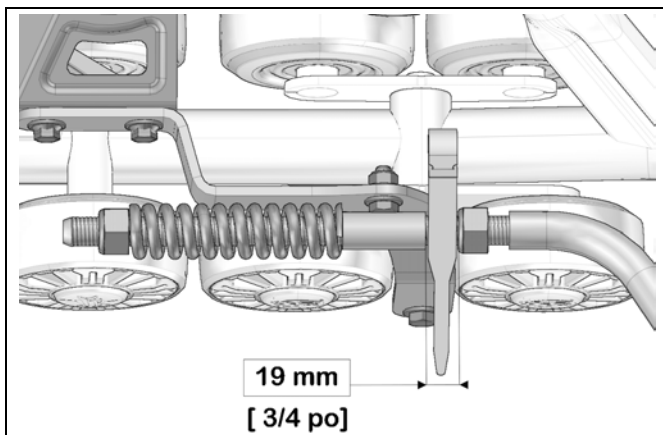

Figure 13
- **IMPORTANT** : Contre-vérifier la distance minimum de 19 mm entre l'écrou et le guide du bras stabilisateur. Réajuster au besoin. Voir la Figure 13.